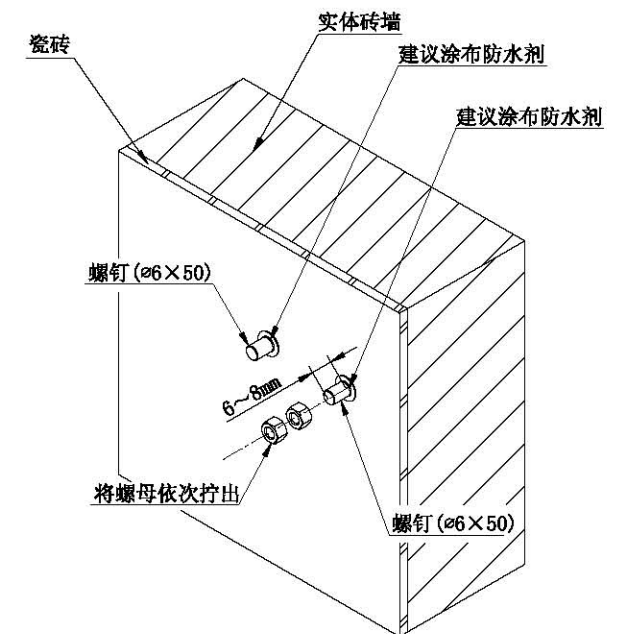

图5
4. 用扳手转动外面的螺母将螺钉拧入胀套中; 将螺钉拧入胀套中后, 将2个螺母依次拧出(图5)。
- ※①为了便于安装, 建议使用两用扳手进行安装。
- ②为了保证扶手的正常安装, 螺钉露出部分要高出安装面6~8mm(※露出部分过高会导致装饰盖无法盖住固定座; 露出部分过低会导致扶手安装强度降低)。
- ③将螺钉拧入胀套后, 建议在螺钉安装孔周围涂布防水剂。